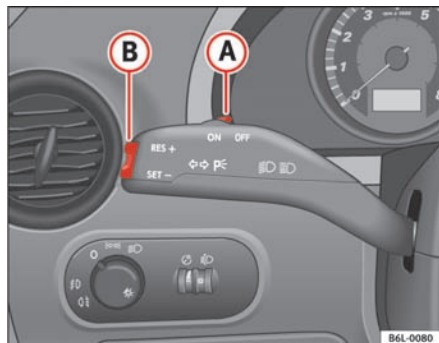

Fig. 101 Blink- og fjernlysarm: vippekontakt og kontakt til fartpilot
- Flyt kontakten ⇒ fig. 101 **A** mod venstre til **ON**.